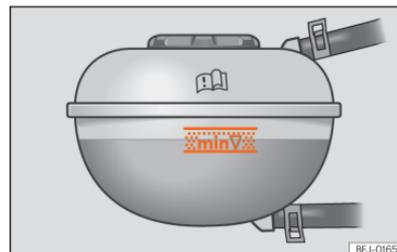

Abb. 236 Im Frontraum: Markierung am Kühlmittelausgleichsbehälter.
- Überprüfen Sie bei kaltem Motor den Kühlmittelstand an den seitlichen Markierungen des Ausgleichsbehälters »» **(Abb. 236)**. Der Kühlmittelstand muss zwischen den Markierungen liegen.
- Der Kühlmittelstand muss sich zwischen den Markierungen des Ausgleichsbehälters befinden »» **(Abb. 236)**. **Nicht über die Oberkante des markierten Bereichs auffüllen** »» .
- Das Kühlmittel darf beim Auffüllen die Oberkante des markierten Bereichs nicht überschreiten >>> **[Abb. 236]**. Andernfalls kann überschüssige Flüssigkeit bei steigender Temperatur aus dem Motorkühlsystem ausgestoßen werden und Schäden verursachen.